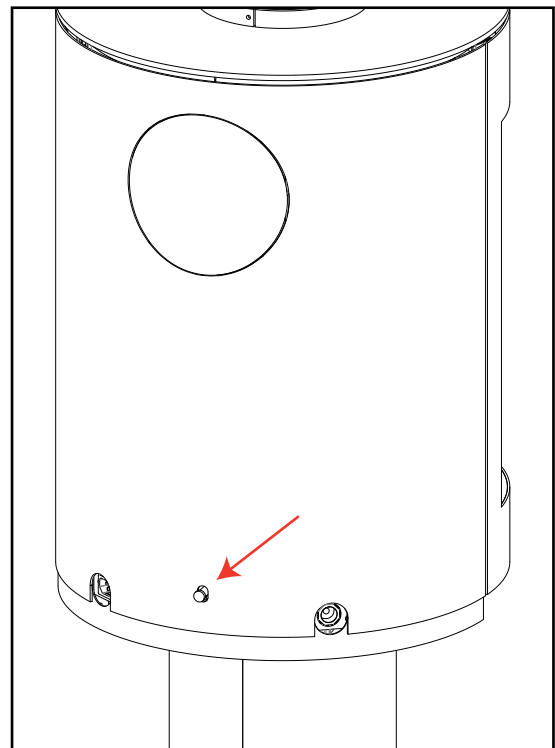

Figure 6: Emplacement de l'obturateur d'air
Le curseur de l'obturateur d'air est situé à l'arrière de l'unité (voir la Figure 6).
2. Retirez le bouton venturi situé à l'arrière de l'appareil (voir la Figure 6). Il peut être dévissé à la main et mis de côté.